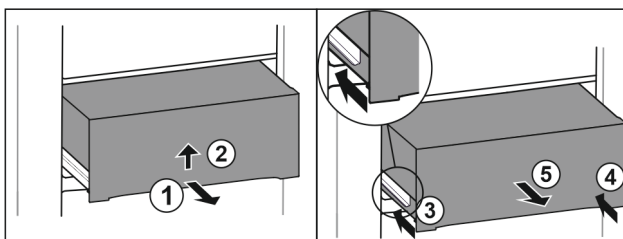

Fig. 64
- ▶ Изтеглете чекмеджето наполовина. Fig. 64 (1)
- ▶ Повдигнете чекмеджето от долната страна. Fig. 64 (2)
- ▶ Вкарайте лявата релса. Fig. 64 (3)
- ▶ Вкарайте дясната релса. Fig. 64 (4)
- ▶ Извадете чекмеджето напред. Fig. 64 (5)